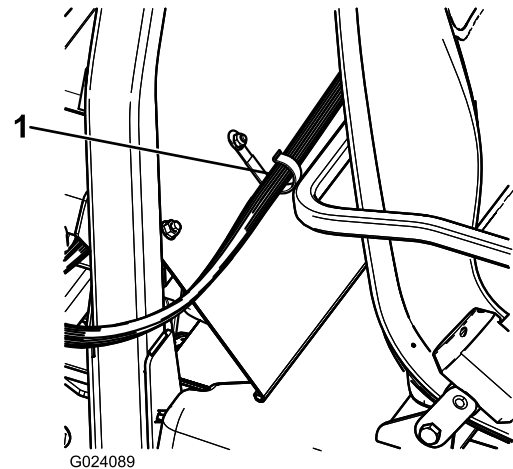

Рисунок 22
2. Установите J-образный зажим позади сиденья пассажира (Рисунок 22) при помощи болта (1/4 x 1/2 дюйма) и фланцевой гайки (1/4 дюйма).
3. Прикрепите жгут проводов управляющей консоли к консоли и крышке конструкции защиты при опрокидывании (ROPS) при помощи J-образных зажимов (Рисунок 22).